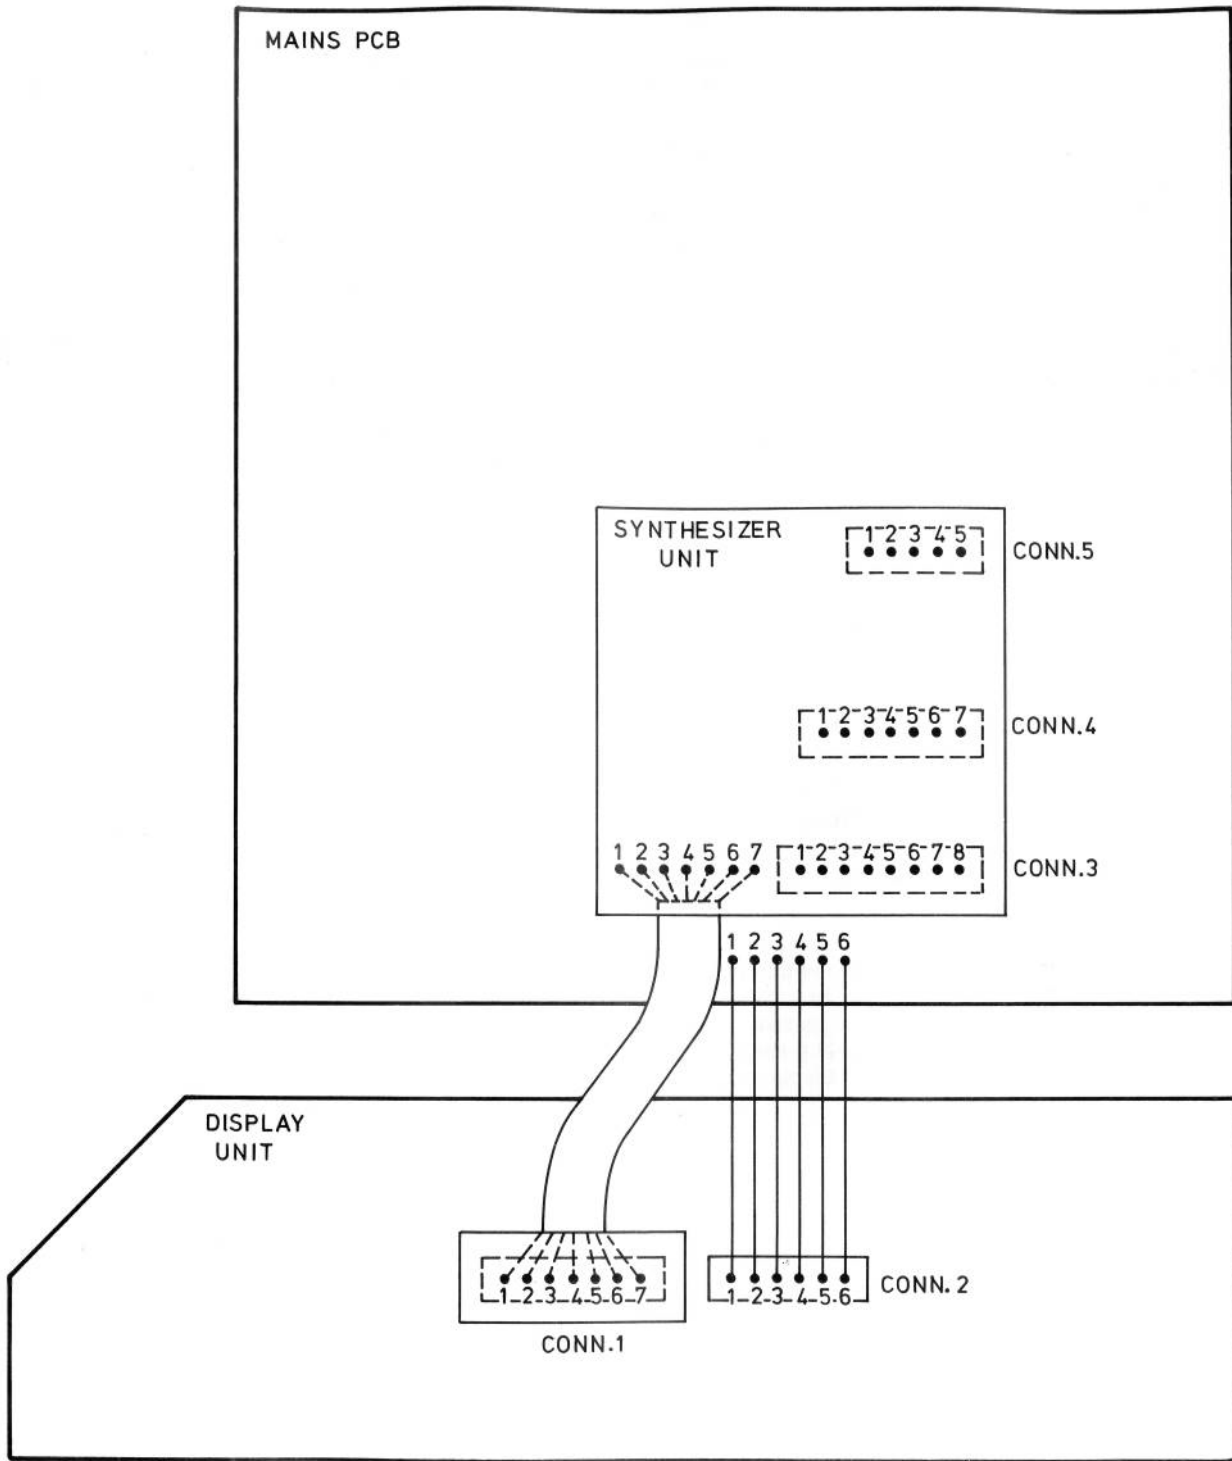

Fig. 2
*Programme de test service (voir la Fig. 2, 3, 4)*
#### Serviceprüfprogramm (siehe Bild 2, 3, 4)